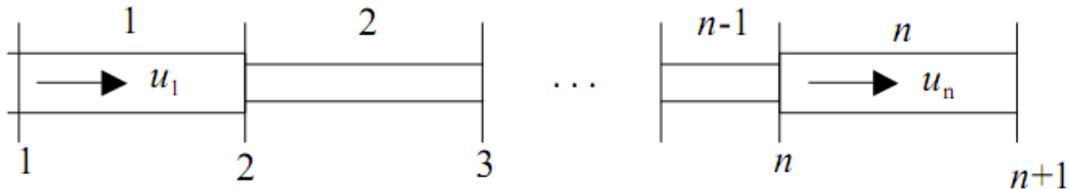

Figura 3.1.
- (a) Considere una tubería horizontal conformada por n tramos distintos (ver Figura 3.1.) . Sean L_i , D_i y f_i los valores conocidos de la longitud, diámetro y factor de fricción de cada tramo i , con $i = 1, \dots, n$. Suponga que la tubería es indeformable y que conduce un fluido incompresible en régimen impermanente. Obtenga una ecuación diferencial que permita determinar la variación temporal de la velocidad en el primer tramo de la tubería ($i = 1$) en función de la diferencia de Bernoulli entre las secciones inicial y final de ellas (sección 1 y $n + 1$). Su análisis debe considerar pérdidas friccionales pero puede despreciar las pérdidas singulares.